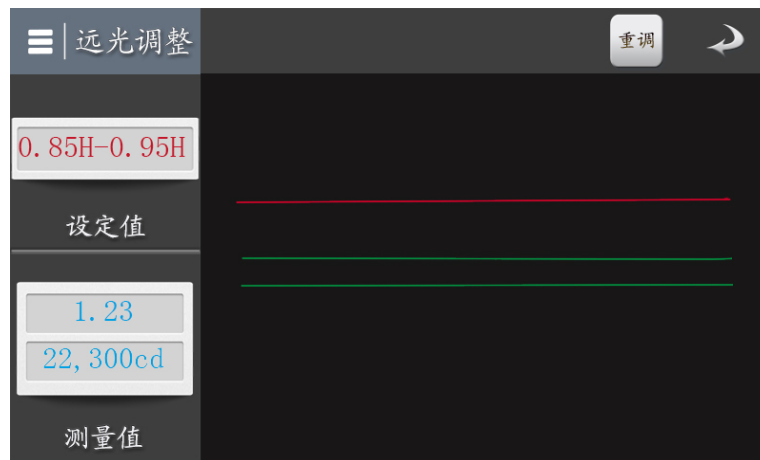

图 4.3 远光调整界面
(2)、远光调整。远光调整界面如图 4.3 所示：设定灯高输入完成后，点击“确定”键进入远光调整界面。屏幕中两条绿色线为设定值的上下限。屏幕左侧为当前测量值的灯高比与当前光强，打开车灯为远光灯，红色线为当前车灯位置，通过调整车灯角度，使红色线移动到两条绿色线之间，此时测量值到达设定值的范围内，远光调整结束。如需修改远光调整的设置值，点击屏幕右上方的“重调”按键，返回到参数输入界面进行上一步操作；如需返回，点击“返回”键，退出远光调整界面回到主界面。